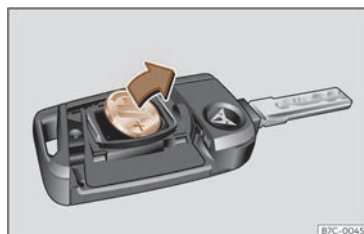

Fig. 68 Clau del vehicle: extracció de la pila.
- Traieu la pila del compartiment amb un objecte fi adequat »» **fig. 68**.
- Col·loqueu la pila nova tal com es mostra »» **fig. 68** i pressioneu-la dins el compartiment per la pila en sentit contrari a la fletxa »» ❷.